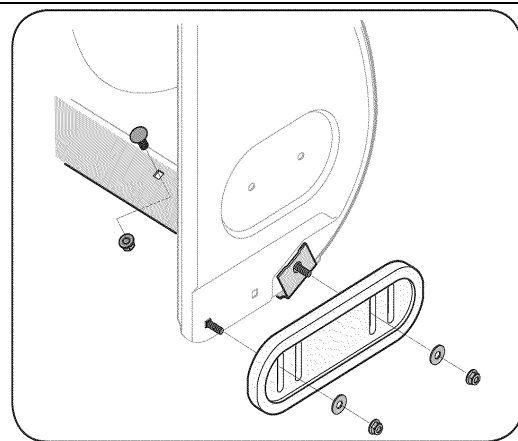

Рис. 23
2. Установите новые лыжи с помощью четырех болтов (по два на каждой стороне), шайб и шестигранных фланцевых гаек (См. Рис. 23).
2. Установите новый нож таким образом, чтобы головки болтов были направлены внутрь рамы. Затяните болты. (См. Рис. 23).